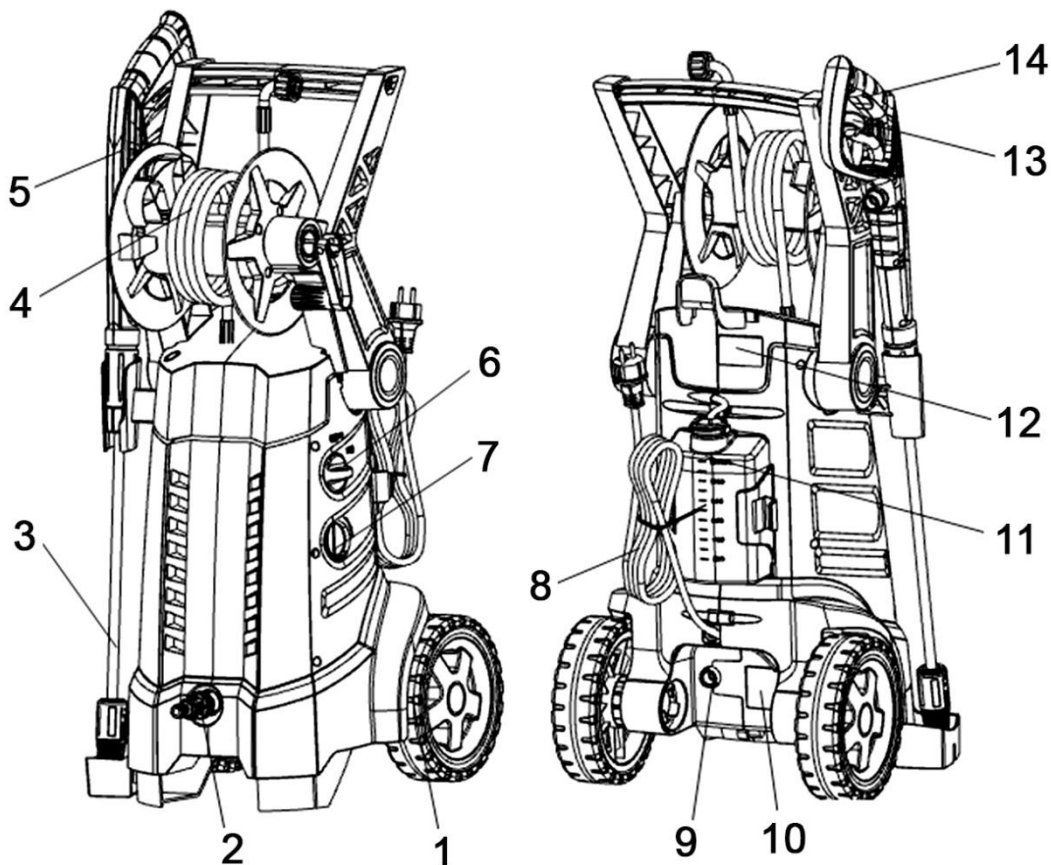

Рис. 1
- Подключите шланг высокого давления к выходному штуцеру на корпусе мойки (2)(См. Рис.1; 4). Плотно затяните его руками. Не затягивайте соединение спец. инструментом, чтобы исключить риск повреждения штуцера насоса.
- Достаньте один конец шланга из емкости, и не выливая из него воду, подключите к соединительному фитингу (2)(См. Рис.1; 4; 5) на мойке.
- Установите выключатель (6)(См. Рис.1; 6) в положение «ВКЛ» (ON).
- Отожмите кнопку блокировки пуска (14)(См. Рис.1; 7) и направьте форсунку пистолета - распылителя на обмываемый участок.
- Нажмите на пусковую клавишу (13)(См. Рис.1; 7) пистолета-распылителя.
- Отпустите пусковую клавишу пистолета (13)(См. Рис.1; 7).
- Заблокируйте пусковую клавишу ручного пистолета-распылителя с помощью кнопки блокировки (14)(См. Рис.1; 7).
- Во время продолжительных перерывов в работе (свыше 5 минут) аппарат следует выключать, для этого переведите выключатель (6)(См. Рис.1; 6) в положение «ВЫКЛ» (OFF).
- **Для прекращения подачи струи воды:** отпустите пусковую клавишу пистолета (13)(См. Рис.1; 7).
- Мойка имеет систему полной остановки. При освобождении пусковой клавиши пистолета (13)(См. Рис.1; 7) электродвигатель насоса автоматически отключается.
- **Для выключения аппарата:** переведите выключатель в положение «ВЫКЛ» (OFF) (6)(См. Рис.1; 6).